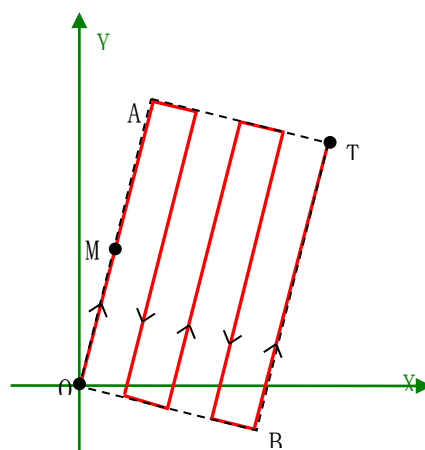

图 7.21 逐行模式的矩形插补运动示意图
如图 7.21 所示，要进行一次逐行模式的矩形插补运动，必须确定以下三个参数：
- (1) 对角位置，如图 7.21 中的点 T，该点确定了矩形的对角点。
(2) 矩形方向标记位置，如图 7.21 中的点 M。矩形方向标记位置确定了矩形插补运动第一条边的运动方向，该方向为射线 OM 的方向。
此时，通过对角位置坐标及矩形边的方向，则可以确定该矩形区域的框架，如图 7.21 中的矩形 OATB。
(3) 行数，如图 7.21 中矩形插补运动的行数为 5。通过行数参数，可以设置在指定矩形区域内进行矩形逐行插补运动的行数。